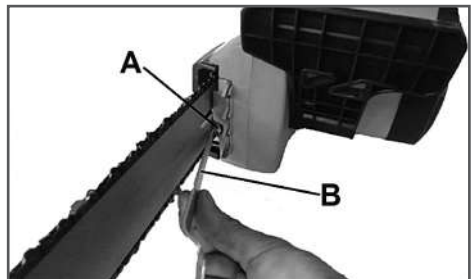

Рис. 4 Регулировка натяжения цепи
2. С помощью отвертки с плоским шлицем (B) закручивайте винт натяжителя цепи (A) (Рис. 4).